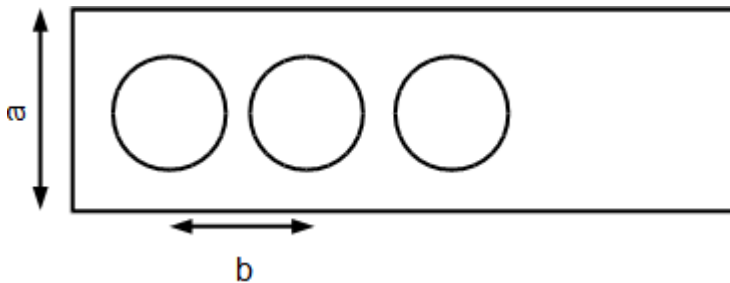
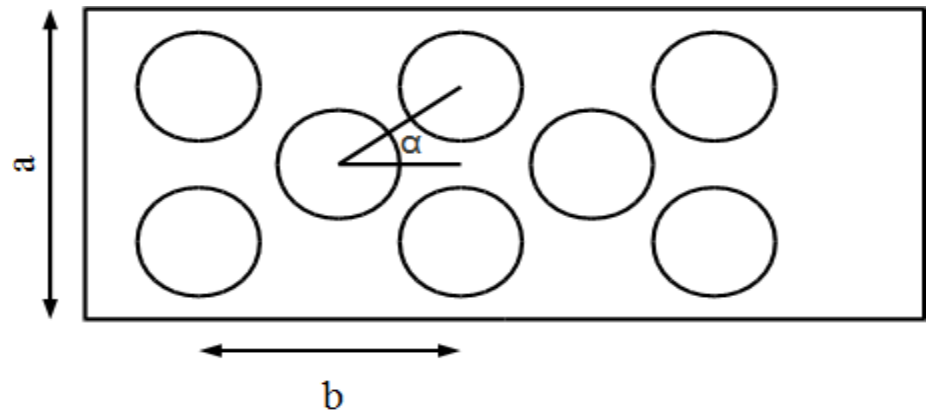

Figura 1, Opción de corte 1
Figura 2, Opción de corte 2 18
En un proceso de punzonado de chapa se desea producir discos de acero endurecido de 30mm de diámetro a partir de una chapa de 1mm de espesor y esfuerzo último $\sigma_f = 600\text{N/mm}^2$. Se presentan dos distribuciones posibles de cortes múltiples: Figura 1 y Figura 2. El coste del material es de P(euros/kg).
- a) Suponiendo que la distribución más económica es la que aprovecha mejor el material. El coste del material es proporcional al peso de la chapa, por lo tanto, considerando constante la densidad del material y el espesor de la chapa, la distribución más económica es la que minimiza el área de material desaprovechado. Sean A_1 y A_2 el área de material desaprovechado Figura 1 y Figura 2, respectivamente.
Donde a y b son las magnitudes definidas en la Figura 1 y D es el diámetro de los discos
El área A_2 es menor que el área A_1 , por lo tanto, desde la óptica de la optimización del material que se pierde, el óptimo corresponde a un proceso de punzonado múltiple como el que se muestra en la Figura 2. En este análisis no se ha considerado el costo de la matriz de punzonado múltiple, la que debiera ser amortizada por los beneficios de venta de los discos, entre otras opciones.